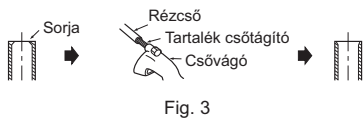

Fig. 3
- Ha az elvezető tömlőt a kemény PVC csőhöz csatlakoztatja, dugja be biztonságosan a csőbe. (Fig. 3)
- 4) Tegye fel a zárósapkát oda, ahova az elvezető tömlő csatlakozik a beltéri egység hátulján. (Fig. 3)
- 2) Sorjázza le teljesen a vágási felületet. (Fig. 3)